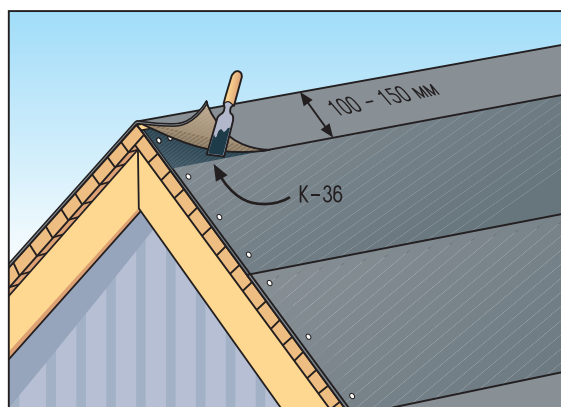

Рис. 4
- На коньке подкладочные ковры, уложенные вдоль первого ската, обрезаются по коньку, и затем верхний край гвоздями фиксируется к настилу крыши. Подкладочный ковер противоположного ската перекрывает конек на 150 мм и соединяется с подкладочным ковром первого ската с помощью битумного клея К-36 (Рис. 4). Важно! Клей К-36 должен наноситься толщиной не более 1мм и разравниваться шпателем. В случае нанесения большего количества клея возможны подтеки клея на верхнюю поверхность материала.